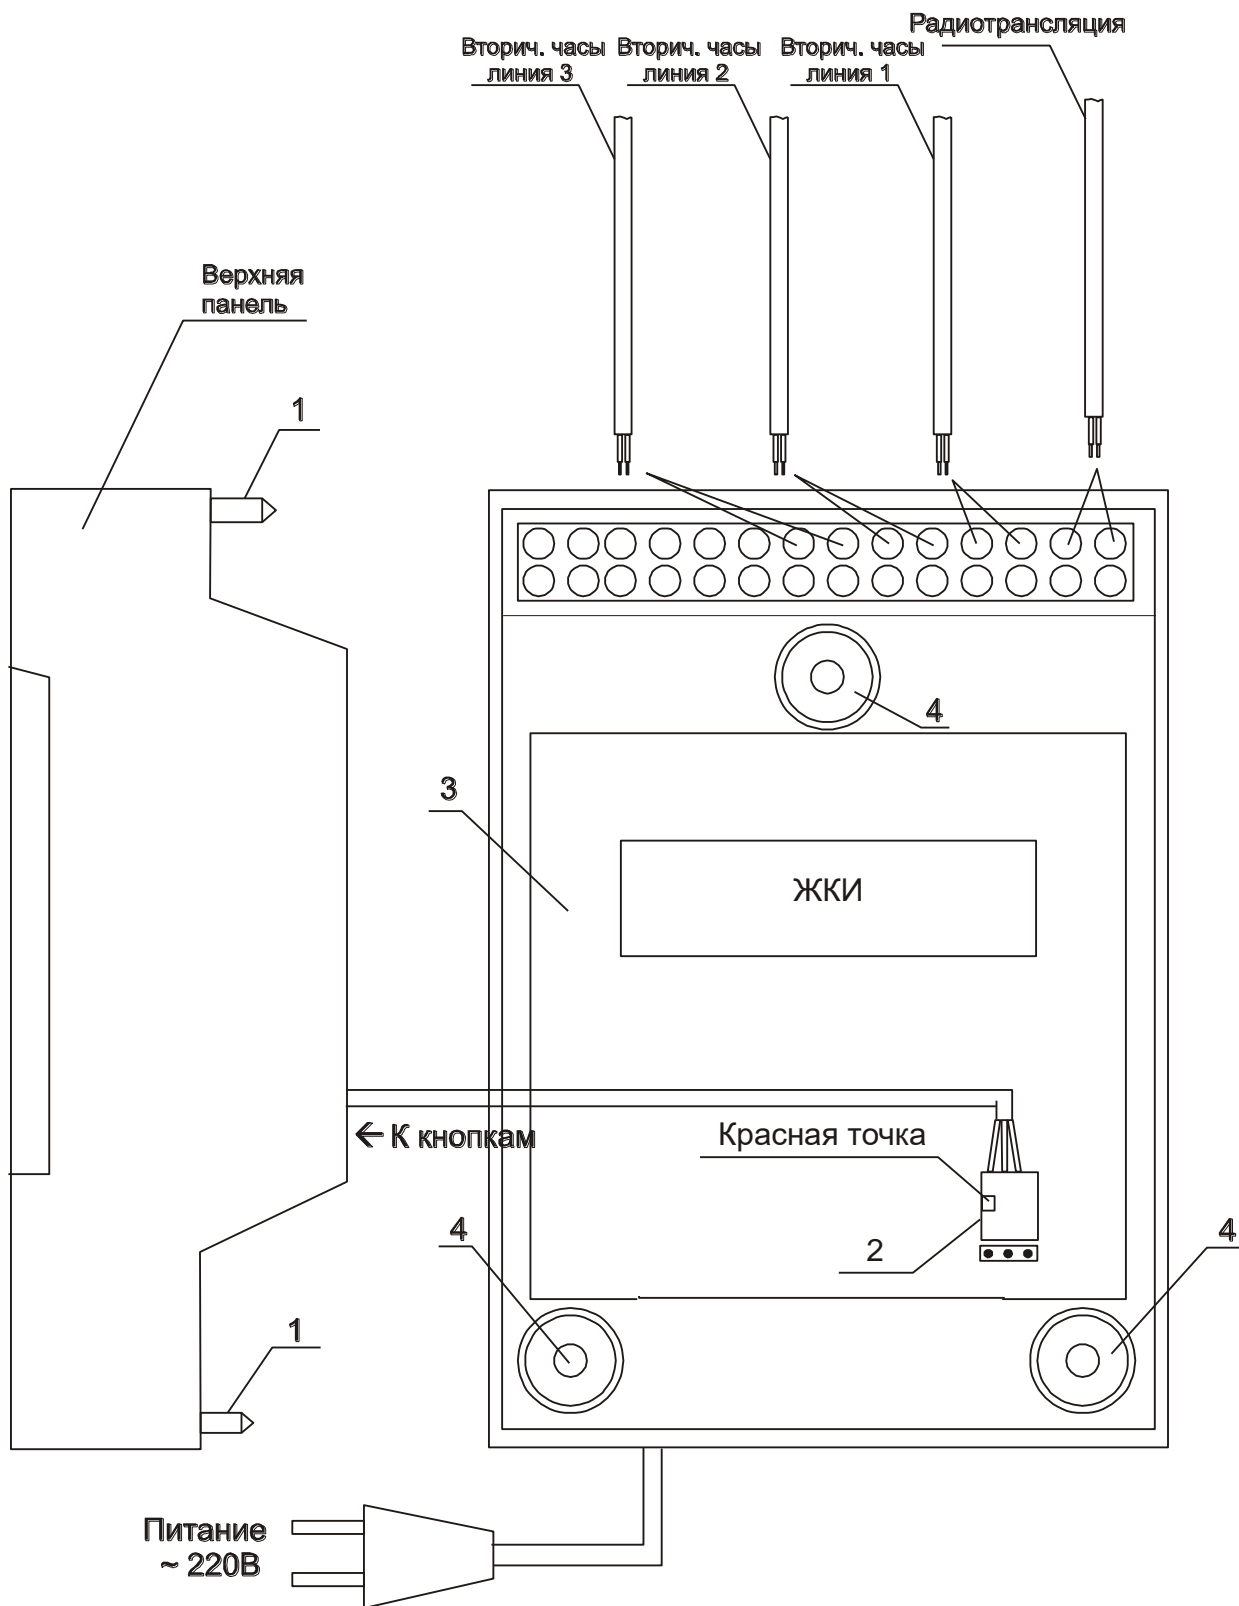

Рис. 1.
4.1. Выверните четыре винта 1, расположенных на верхней панели ЧС (см. Рис.1). Осторожно снимите верхнюю панель и отсоедините разъем 2, соединяющий кнопки с печатной платой 3.
4.4. Подсоедините линии вторичных часов и линию радиотрансляции в соответствии со схемой рис. 1.